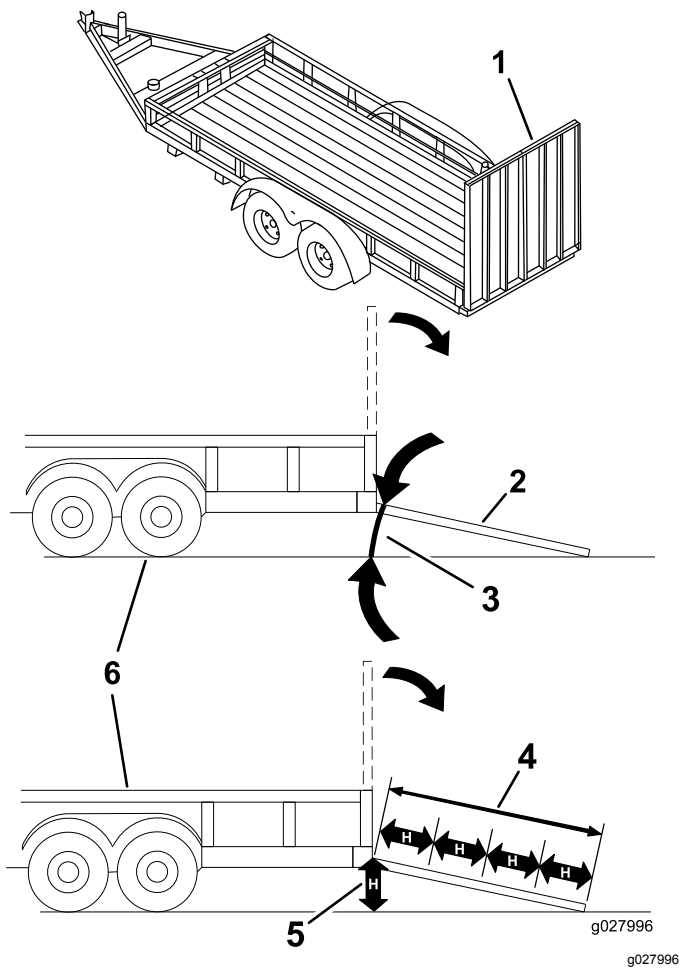

Figura 44
El cargar la máquina en un remolque o un camión aumenta la posibilidad de un vuelco y podría causar lesiones graves o la muerte (Figura 44).
1. Baje la rampa, asegurándose de que el ángulo entre la rampa y el suelo no supera los 15 grados (Figura 44).